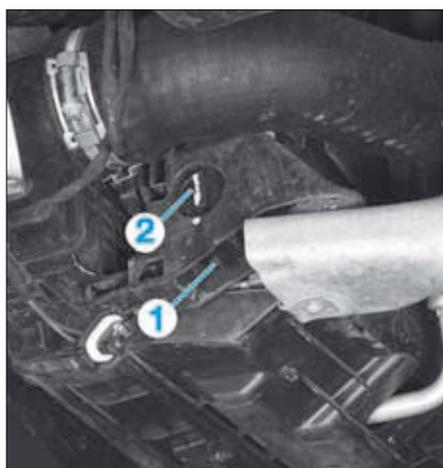

FIG. 21
- Placer un flexible sur le raccord de vidange (1) (Fig.21).
- Ouvrir la vis de vidange du radiateur (2) et laisser s'écouler le liquide de refroidissement.